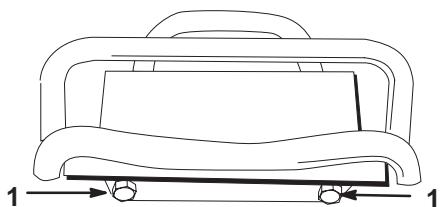

Bild 27
3. Falls die Zugmaschine nach **links** ausschert, lockern Sie die **rechte** Klemmmutter und stellen Sie die Spurweiten-Stellschrauben vorne am Fahrantrieb ein (Bild 27).
4. Falls die Zugmaschine nach **rechts** ausschert, lockern Sie die **linke** Klemmmutter und stellen Sie die Spurweiten-Stellschrauben vorne am Fahrantrieb ein (Bild 27).